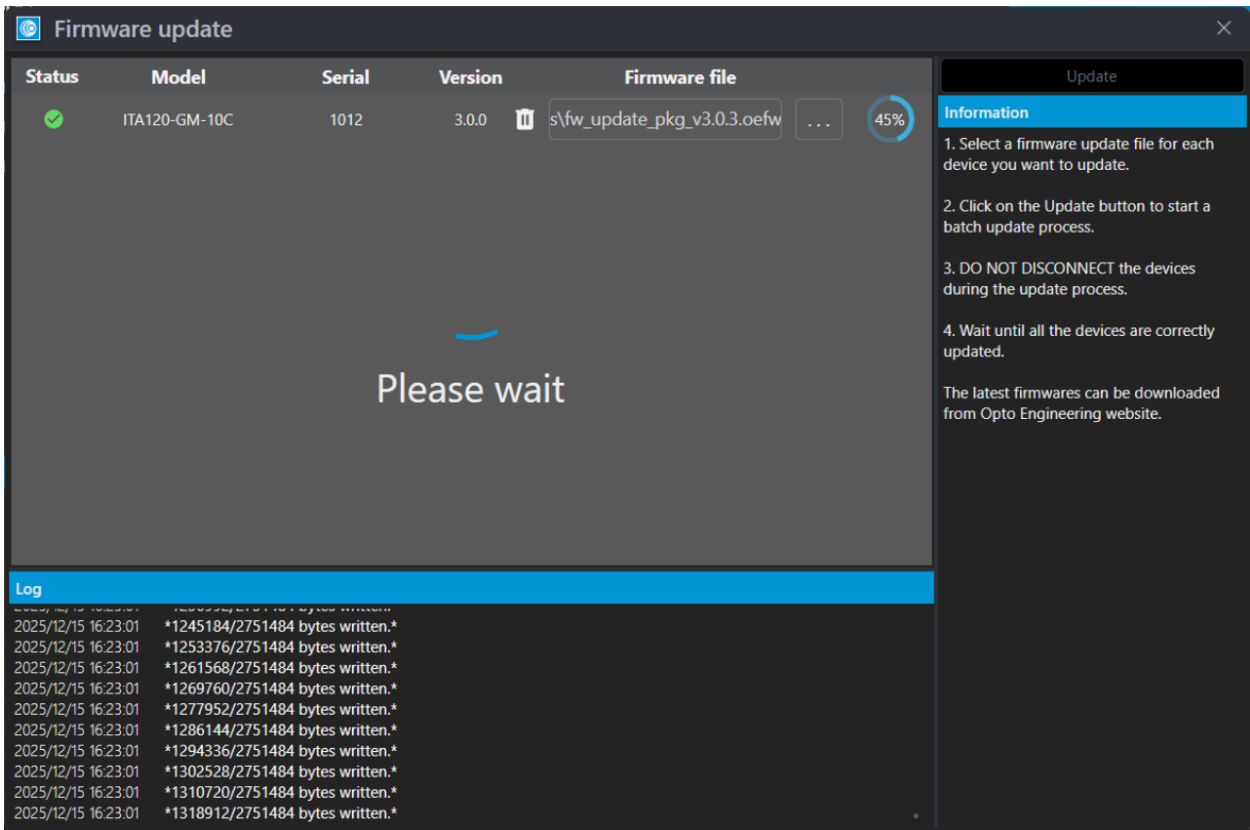

Figure 33: Aggiornamento FW in corso.
3. **Non scollegare o spegnere** i dispositivi durante il processo di aggiornamento (Fig.33). Il lampeggio del LED indica che la camera sta scrivendo nella memoria flash.